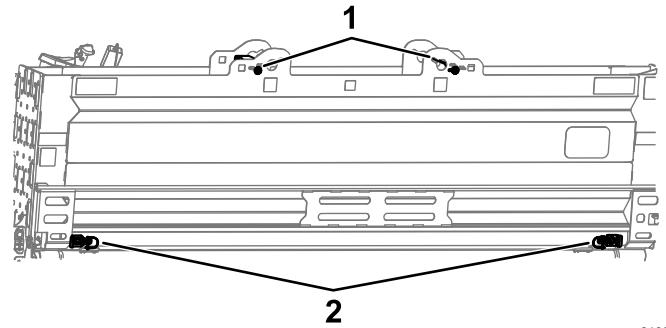

Bild 52
2. Stellen Sie sicher, dass die Riemen der oberen Rohrbox und die Stifte der unteren Rohrbox montiert sind (Bild 52).